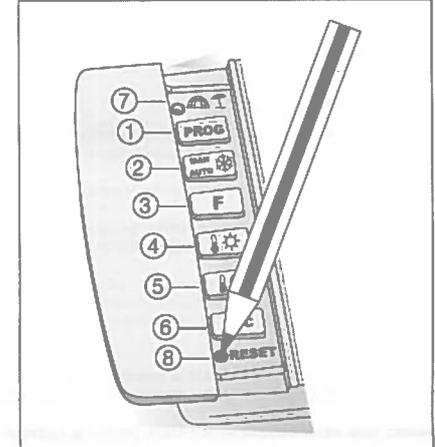

fig.10
- Enfoncer la touche reset du transmetteur (chronothermostat) afin d'envoyer le signal initial d'apprentissage (fig.10)